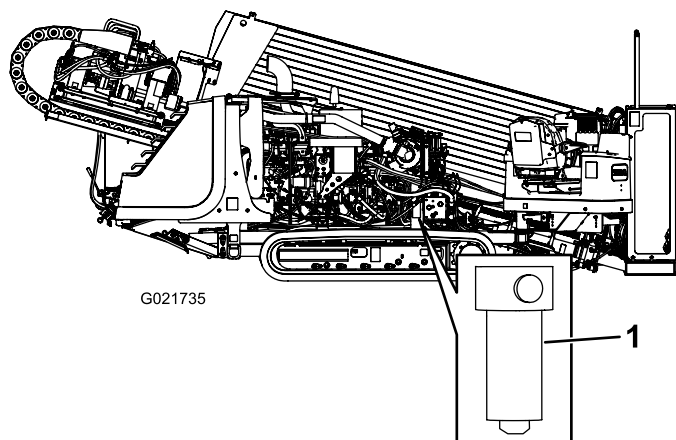

Figure 110
4. À l'aide d'une clé pour filtre, déposez le filtre de pression hydraulique (Figure 110).